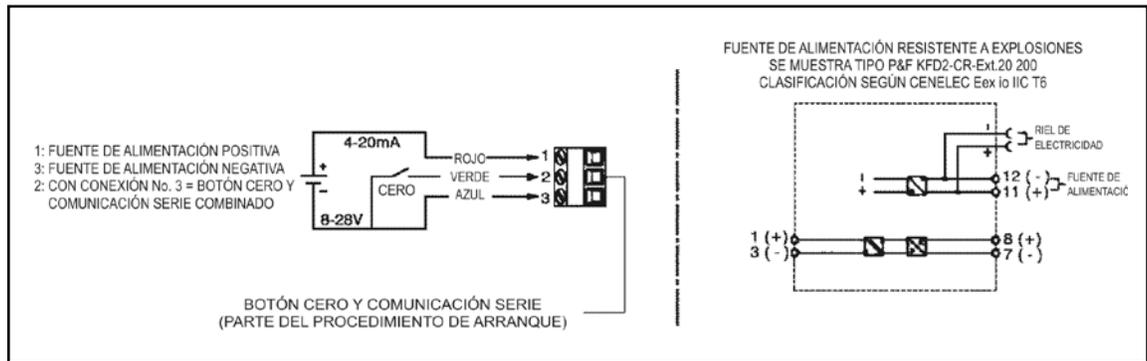

Figura 2-9 Esquema eléctrico del transmisor
- E. Después de la instalación y la conexión de la electricidad, ponga el transmisor a cero para compensar efectos magnéticos externos en la cercanía del transmisor. Se puede activar la función de puesta al cero durante los periódicos exámenes de mantenimiento. Esto se hace conectando el alambre cero momentáneamente (menos de 2 segundos) con el alambre de tierra cuando el aparato está encendido. Conecte el transmisor del modo demostrado en Figura 2-9.